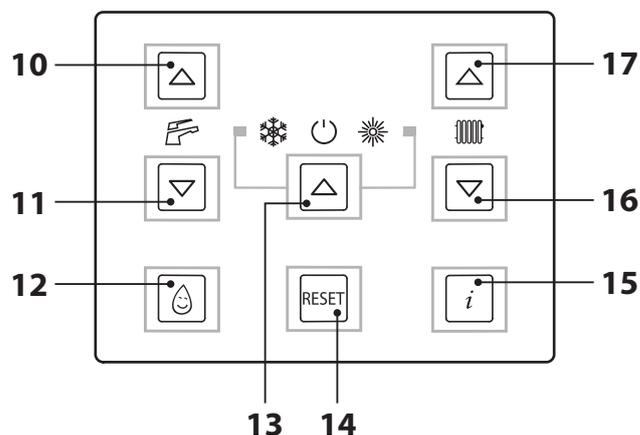
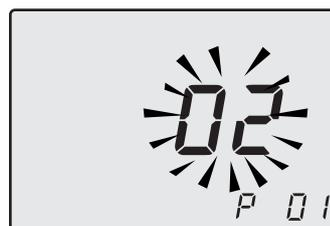

Рисунок 5.28
Рисунок 5.29
жав одновременно и удерживая в течение 10 секунд кнопки 13-16-17 (Рисунок 5.28), до появления на дисплее кода **P01** и значения параметра, которые указывают на вход в "параметр 01" (Рисунок 5.29).
- Чтобы подтвердить внесенное значение, нажать кнопку 13 (Рисунок 5.28).
В любом случае, если комнатная температура слишком низкая или слишком высокая, можно увеличить или уменьшить температуру отопления на $\pm 15^\circ\text{C}$ при помощи кнопок 16 (уменьшение) и 17 (увеличение), см. Рисунок 5.28.